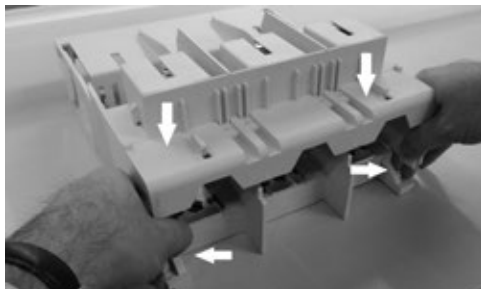

Figura 9
- Mueva la protección de terminales hasta la base, hasta que las trabas de la tapa de terminales queden sujetas (Figura 9).